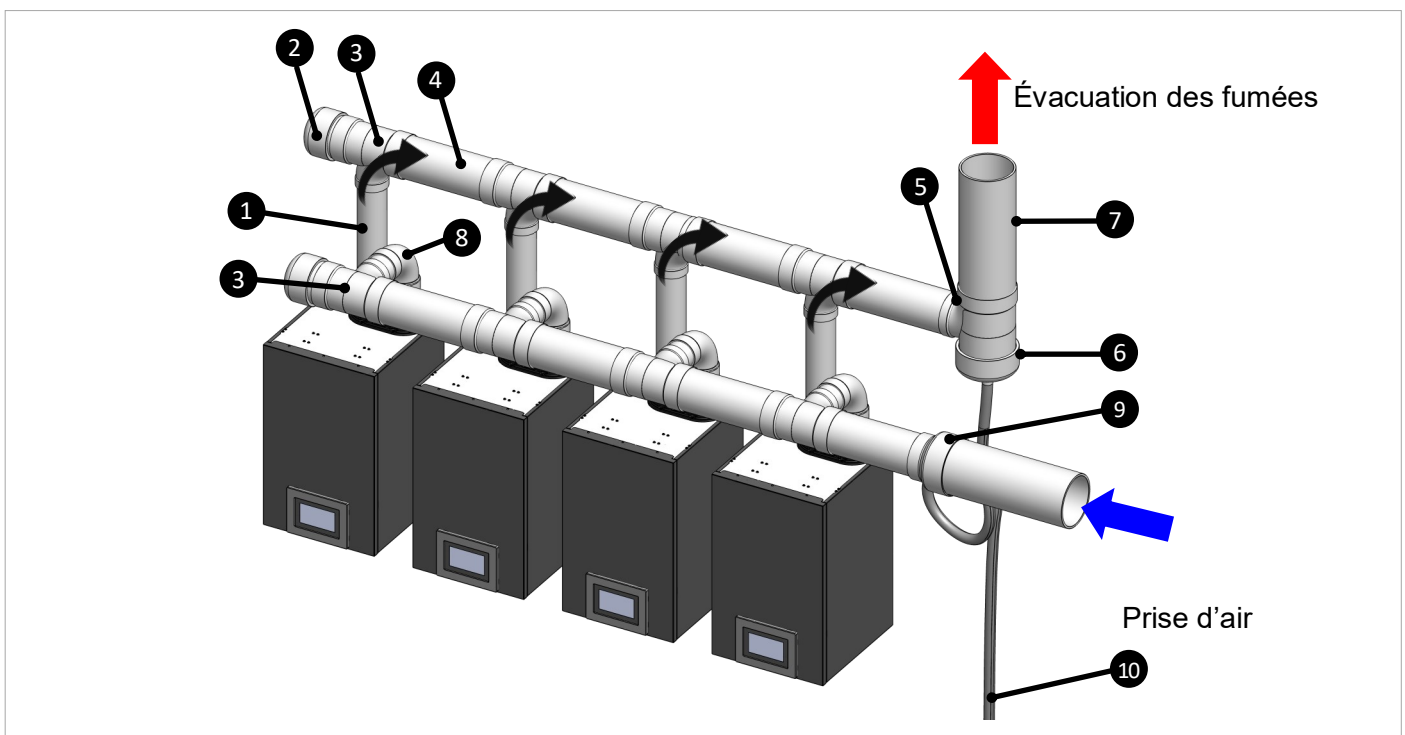

Figure 3 Exemple de circuit commun d'évacuation PVC/CPVC Série 40
Les chaudières commerciales Rinnai peuvent partager un circuit d'évacuation commun uniquement par des conduits PVC/CPVC série 40 (figure 3) ou par un système d'évacuation en polypropylène (PP) certifié par Rinnai.